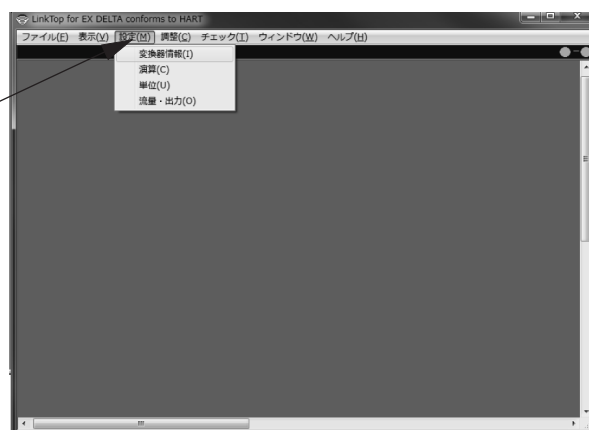

図23
- ① 図23のように、画面上部メニューの「設定(M)」をクリックし、「変換器情報(I)」を選び再度クリックします。